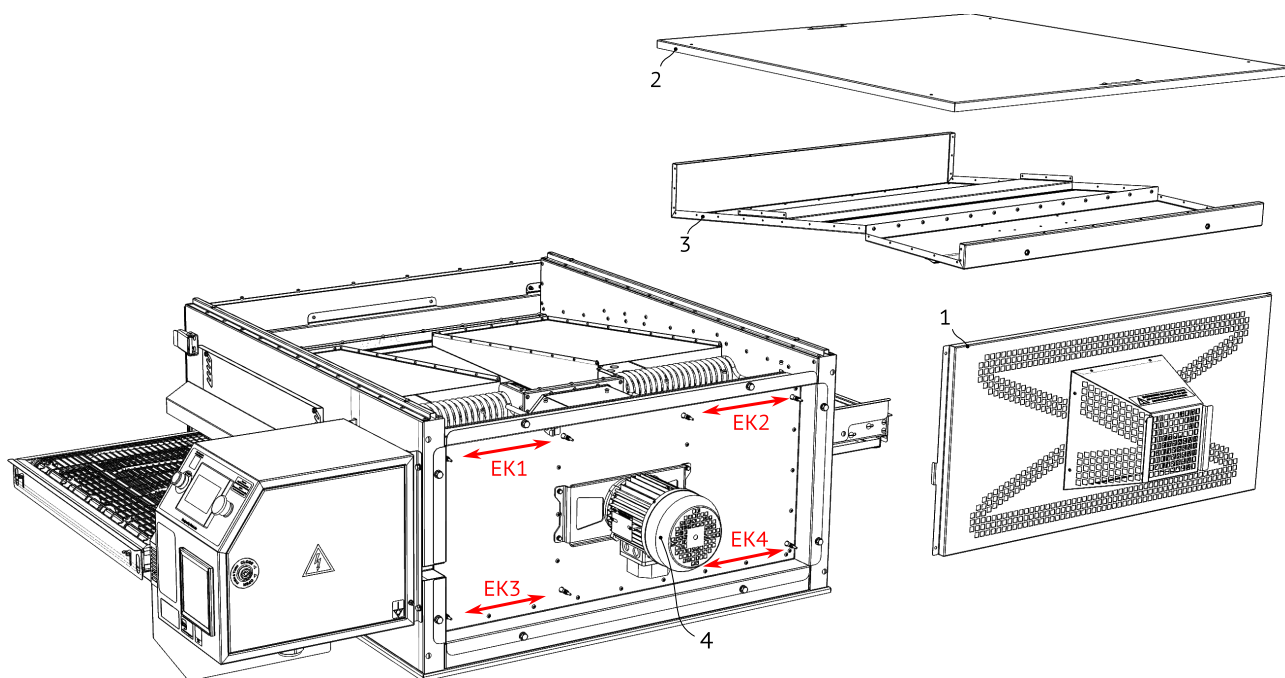

Рисунок 11
6. Снимите кожух двигателя 1, крышку 2, панель 3, см. Рис. 11.